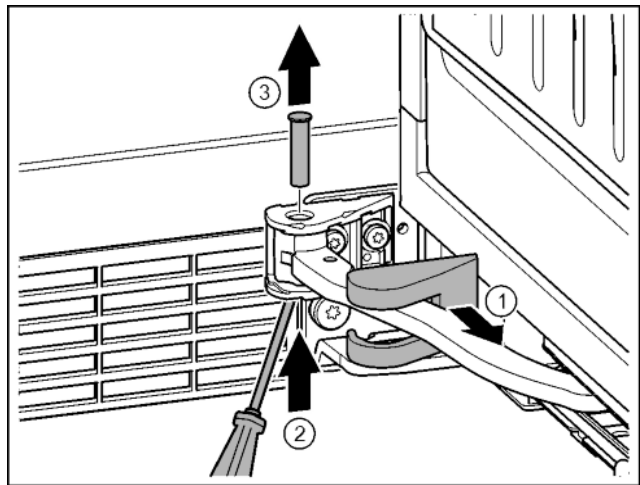

Fig. 14
- ▶ Lagerbockabdeckung abziehen und entlang des Gelenks verschieben. Fig. 14 (1)
- ▶ Bolzen mit Finger oder Schraubendreher von unten anheben. Fig. 14 (2)
- ▶ Mit Schraubendreher unter den Bolzenkopf fahren und herausziehen. Fig. 14 (3)